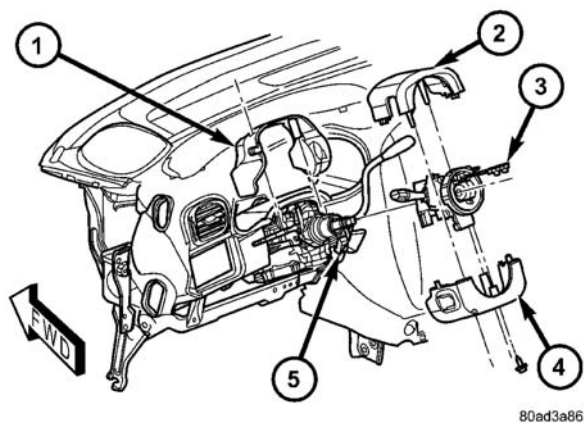

图 7 转向管柱护罩
- （7）拆下将上、下转向管柱护罩固定到转向管柱上的螺钉（图 7）。
- (4) 安装带可调整踏板开关的下护罩。安装将转向管柱护罩固定到转向管柱上的螺钉（图 7）。